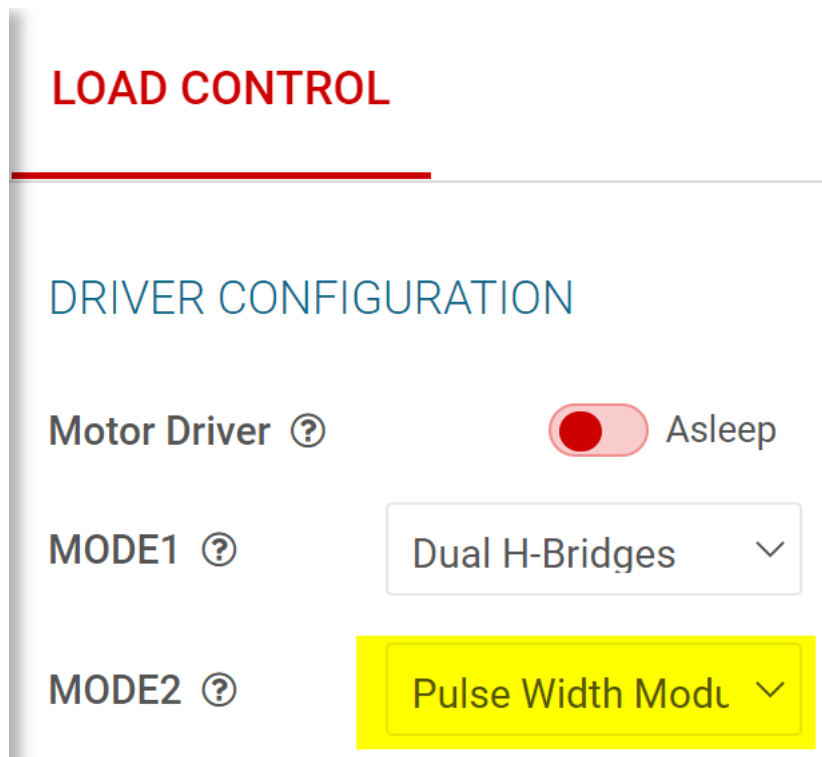

图 8-5. 驱动器配置 PWM 模式
4. PWM 模式评估：使用 MODE2 下拉菜单选择“Pulse Width Modulation (PWM)”，请参见图 8-5。